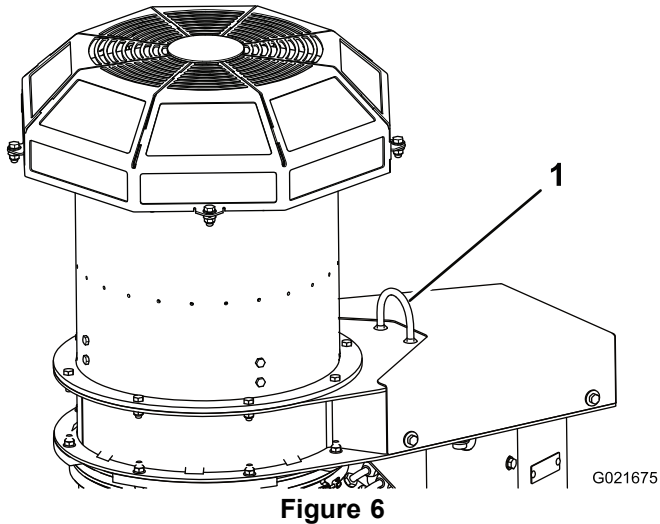

Figure 6
6. Détachez la sangle de la palette et attachez-la à l'anneau de levage sur le souffleur (Figure 6). Soulevez le souffleur jusqu'à ce que la sangle soit bien tendue.